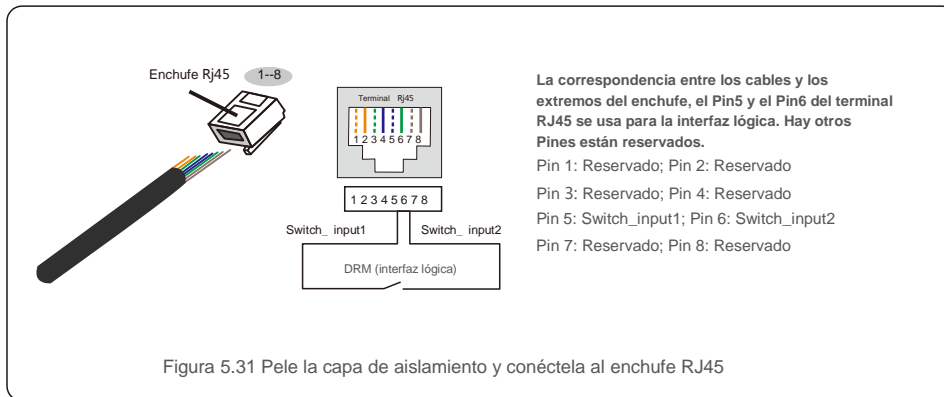

Figura 5.31 Pele la capa de aislamiento y conéctela al enchufe RJ45
- 2.Utilice el pelacables de red para pelar la capa de aislamiento del cable de comunicación. De acuerdo con la secuencia de línea estándar de la figura 5.31, conecte el cable al enchufe de RJ45 y luego use una herramienta para crimpar cables de red y ajustarlo.